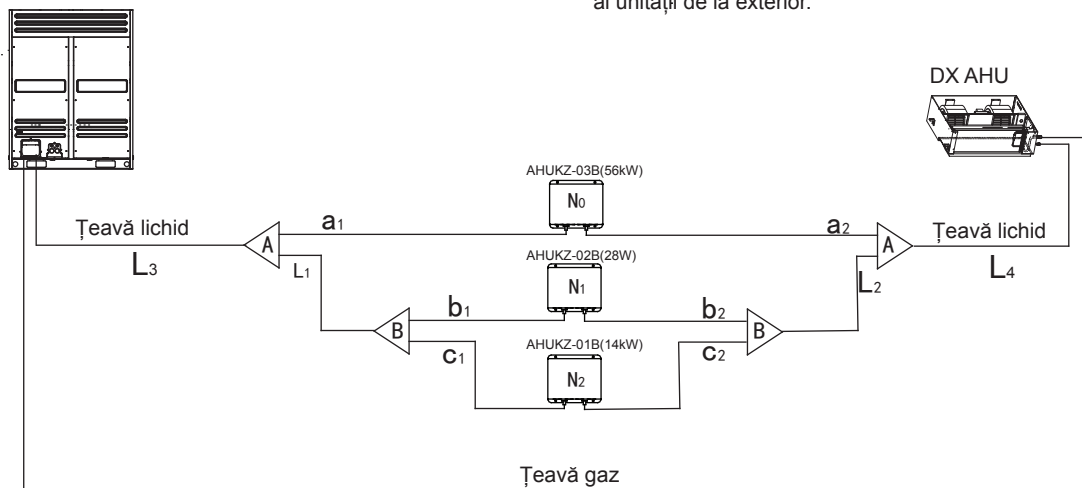

Fig. 6-1
Nume țeavă	Cod (consultați Fig. 6-1)
e.x.1: Consultați Fig. 6-1, capacitatea controlerului în aval la L4 este $560+280+140=980$, țeava are Φ19,1.